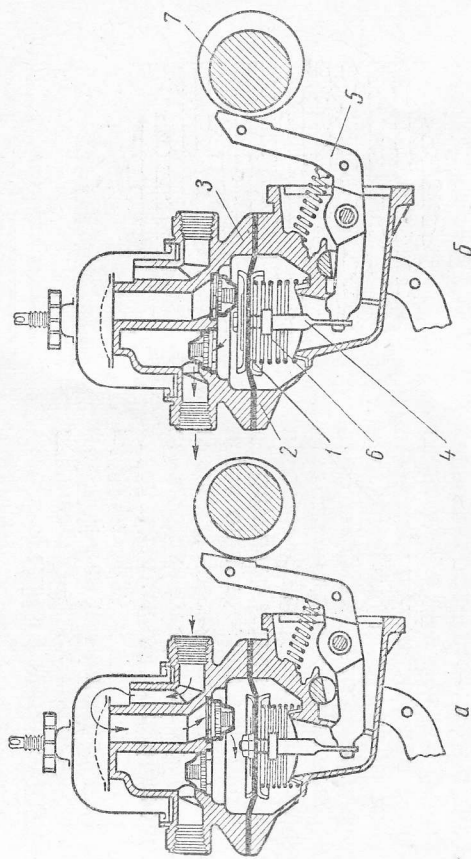

Рис. 63. Схема устройства и работы бензонасоса:
4. **Бензонасос** (рис. 63) служит для подачи бензина из бака в ползунковую камеру карбюратора. Бензонасос состоит из диафрагмы 1, зажатой между корпусом 2 и крышкой 3, насоса, штока 4, рычага 5 и пружины 6. Привод насоса осуществляется от специального эксцентрика на распределительном валу.
Когда эксцентрик 7 распределительного вала набегает на рычаг, шток увлекает диафрагму вниз. Через впускной клапан в полость над диафрагмой поступает топливо, т. е. происходит процесс всасывания бензина (рис. 63, а). Когда эксцентрик поворачивается на 180°, рычаг освобождает шток и диафрагма под действием пружины перемещается вверх, а топливо через нагнетательный клапан и бензопровод поступает в ползунковую камеру, т. е. происходит процесс нагнетания (рис. 63, б). При этом впускной клапан закрыт.